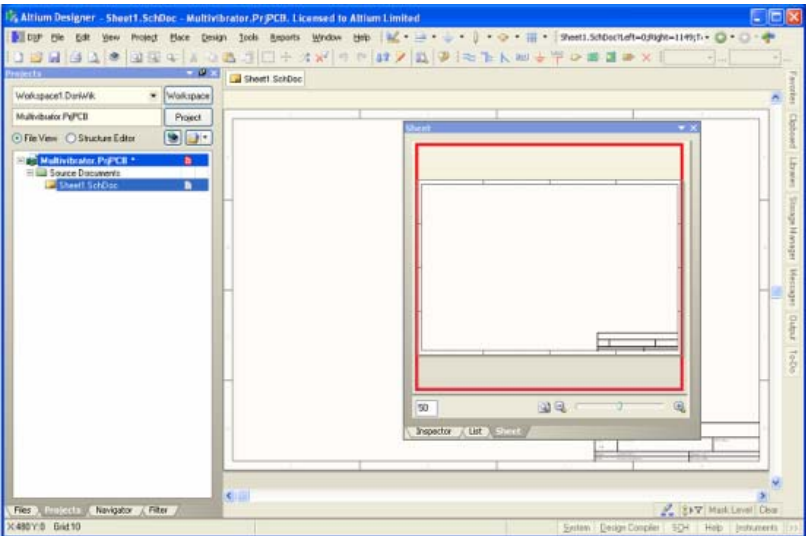

图6-2新建电路原理图
- 现在我们可以继续进行设计输入之前将这个空白原理图添加到工程中，如图6-2。